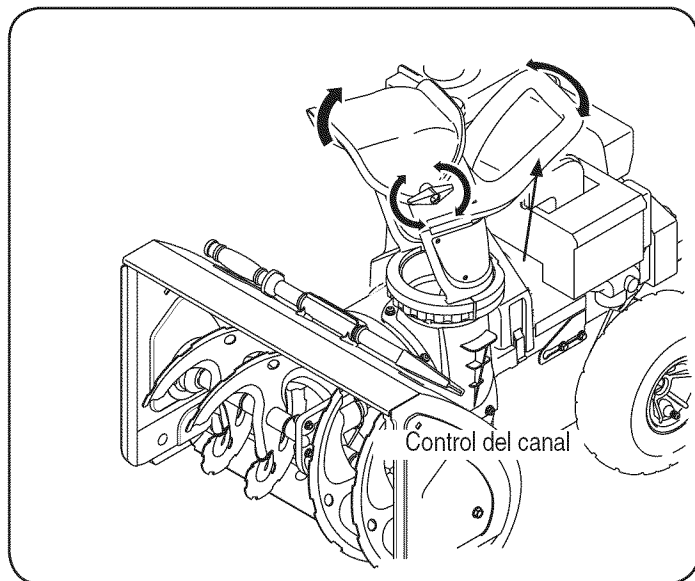

Figura 8
2. Apriete la perilla de aletas del canal superior asegurándose de que el perno del carro se encuentre correctamente colocado. Consulte la Figura 8.